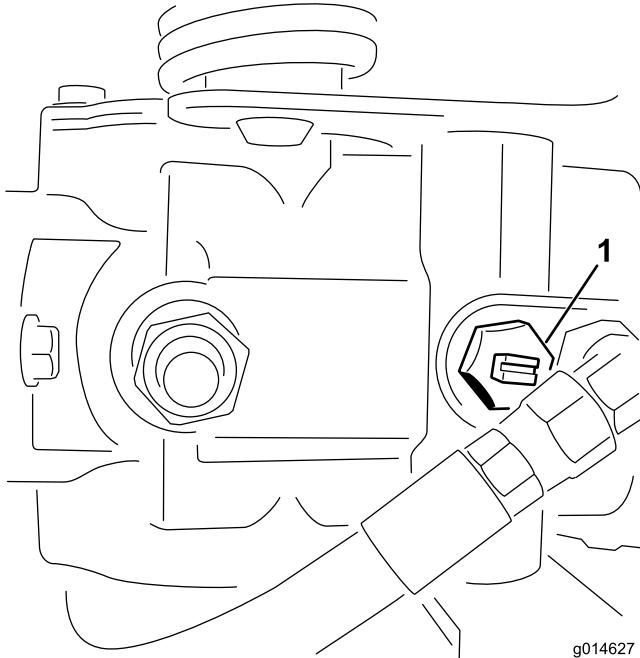

图25
2. 启动发动机之前、旋转旁通阀、使槽处于水平位置、这样就可以关闭旁通阀(图25)。
1. 找到并旋转泵上的旁通阀使槽处于垂直位置图25。